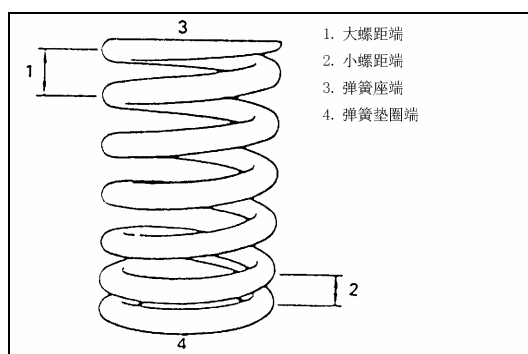

Рис. 4-59.
4). Установить клапанную пружину и верхнее гнездо клапанной пружины, Рис. 4-59.